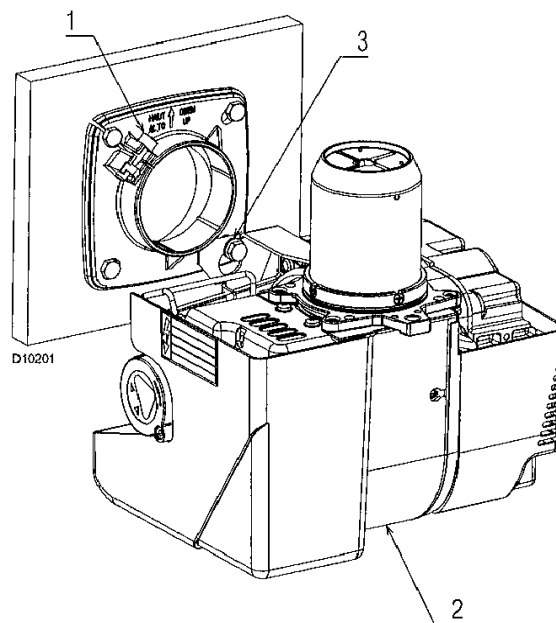

Fig. 25
Pour faciliter l'entretien, placer le brûleur comme illustré sur la Fig. 25 page 17.
- Pour faciliter l'entretien, placer le brûleur comme illustré sur la Fig. 25 page 17.
- Dévisser la vis 1) (Fig. 25).
- Extraire le brûleur 2) et l'accrocher à la douille 3) comme illustré sur la Fig. 25.